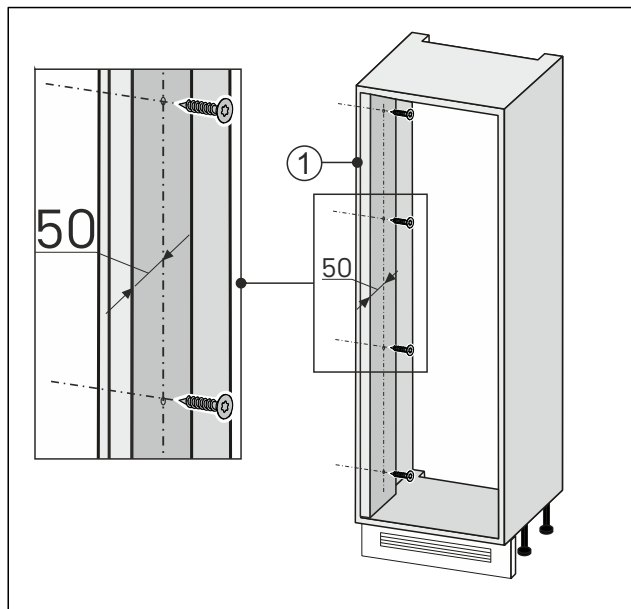

Fig. 90
- Завинтете изравнителя за стена на страната на отваряне на вратата Fig. 90 (1) с мебелната ниша.